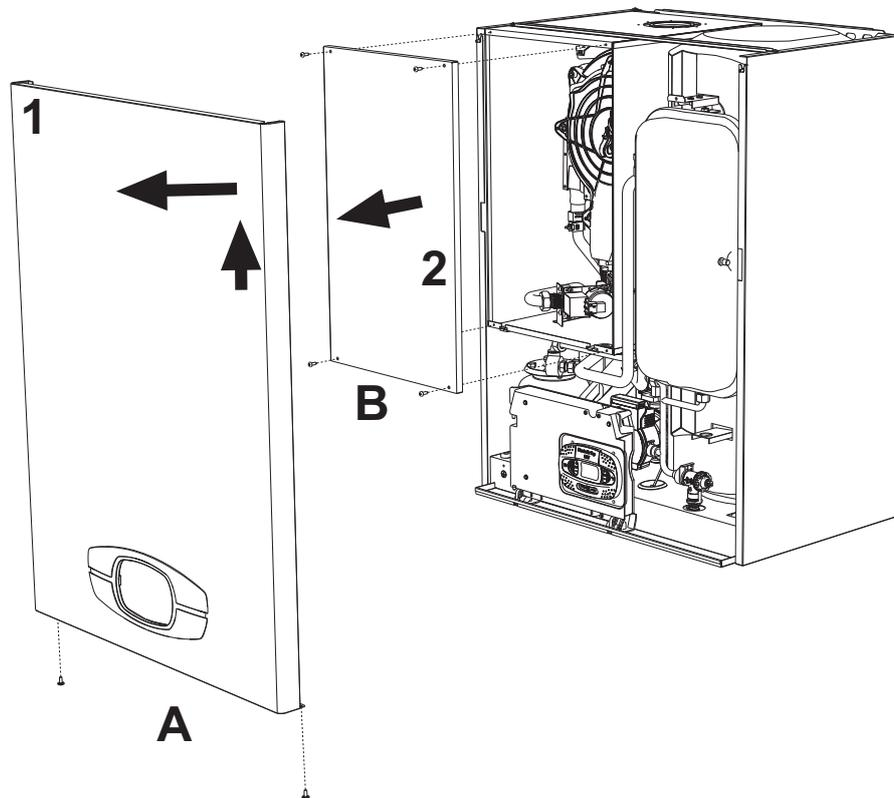

fig. 34- Ouverture du panneau avant
1. Dévisser les vis **A** (voir fig. 34).
1. Dévisser les vis **B** (voir fig. 34).